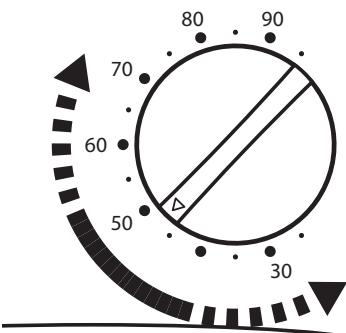

ABB. 15: Regler
2. Stellen Sie den Regler auf den bekannten Feuchtigkeitswert im Bereich „ABB. 15: Regler“.